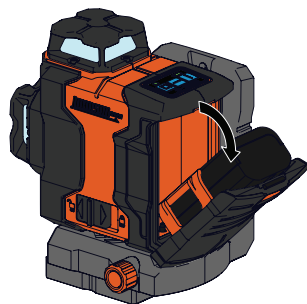

Figura 4
2. Empuje la lengüeta de bloqueo de la puerta de la batería hacia abajo para desbloquear la puerta de la batería. Permita que la puerta del compartimiento de la batería caiga y quede abierta. (Figura 4)